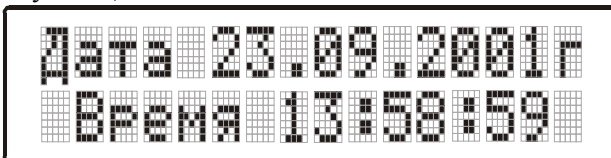

Рисунок 6 — Отображение даты и времени
Для отображения даты и текущего времени суток нажмите кнопку «Ввод» (34) (рисунок 6).